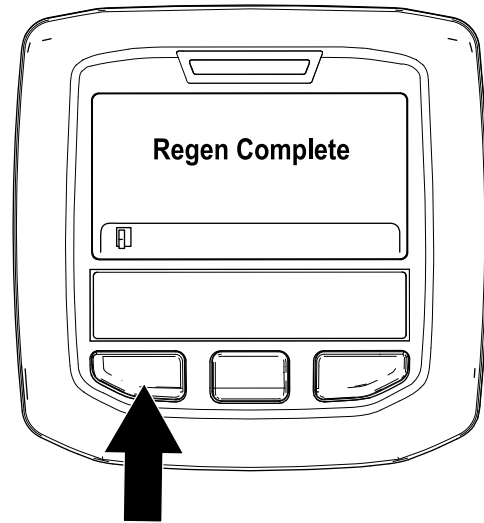

Bild 46
- Die geparkte Regenerierung ist abgeschlossen, wenn die Meldung „Regen. Complete“ im InfoCenter angezeigt wird. Drücken Sie die linke Taste, um den Homebildschirm anzuzeigen (Bild 46).